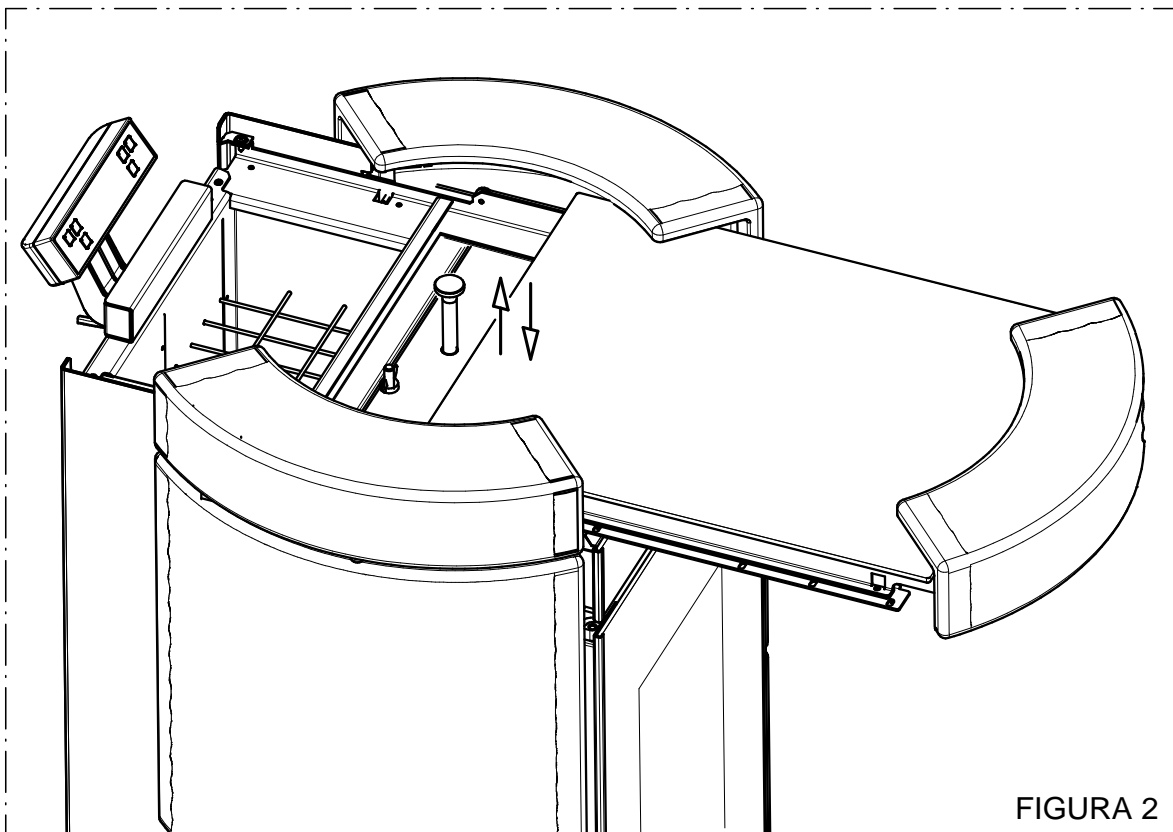

FIGURA 2
- Azionare energicamente la leva raschiatubi per ameno 4/5 volte consecutive (Figura 2).